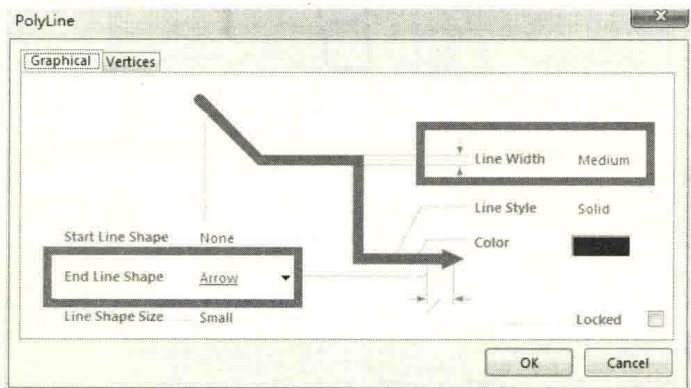
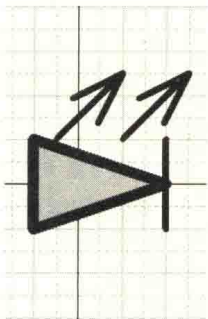

图 12-13 线条属性设置
图 12-14 放置箭头
(3) 执行菜单命令“Place-Line”，在放置状态下按“Tab”键，按图 12-13 所示设置线条属性，在三角形的右上方放置两个箭头线条，并在三角形的顶角放置一条竖线，表示是二极管，如图 12-14 所示。